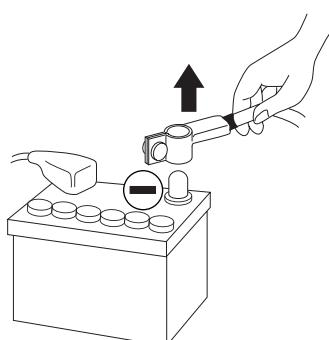

Fig. 1
- 2 - Débrancher le fil négatif de la batterie avant de commencer l'installation (fig.1).
Avant de débuter la phase de connexion, s'assurer de retirer la borne négative (-) de la batterie du véhicule (fig. 1).